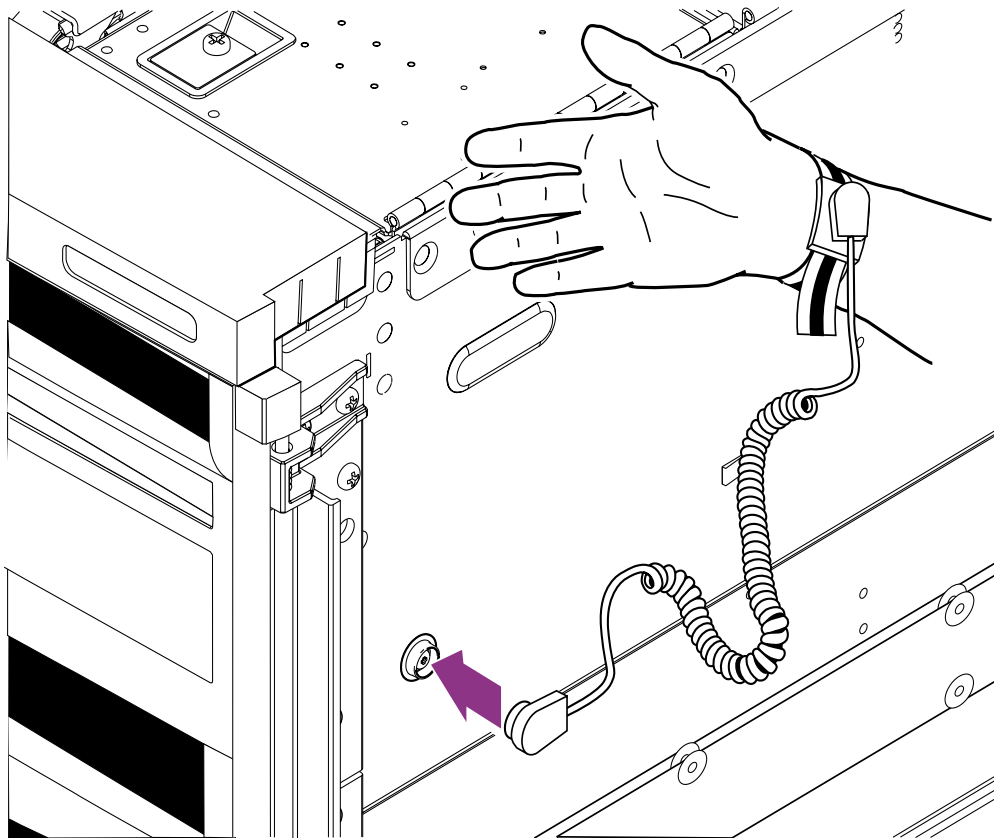
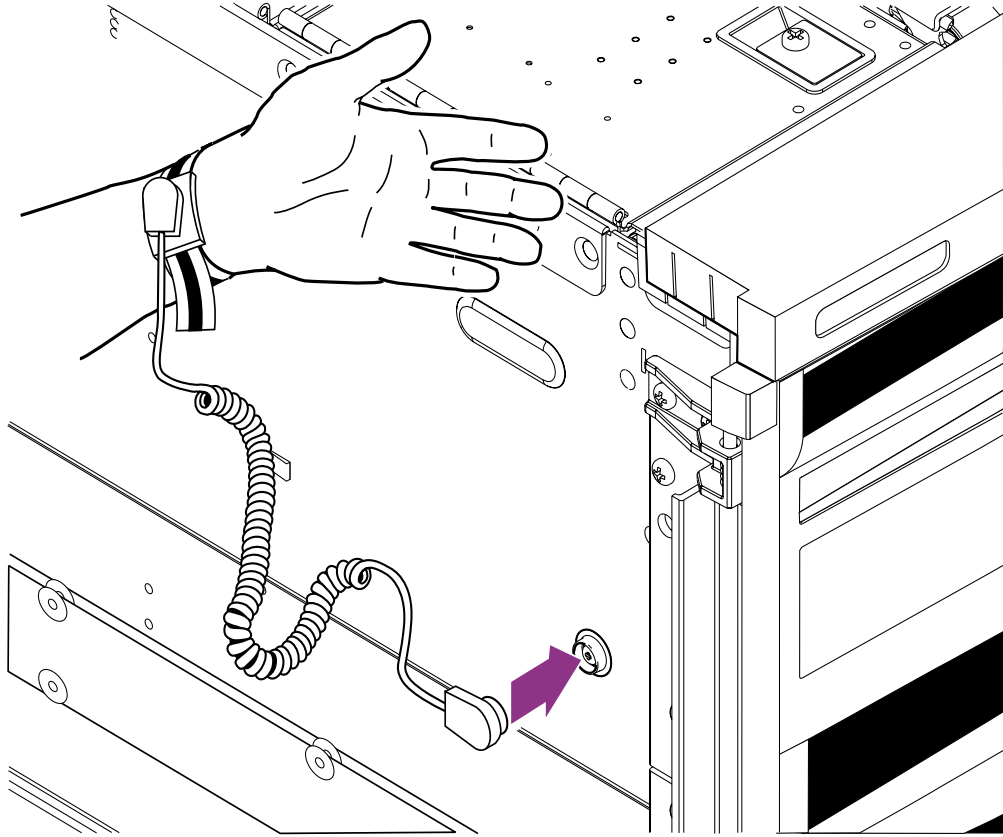

図3 静電気防止用リストストラップの接続 - 右手側
図 4 静電気防止用リストストラップの接続 - 左手側
- 図3および図4に示すように、静電気防止用リストストラップをシャーシに接続します。